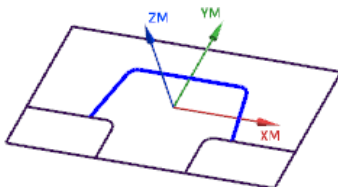

图 16.25 选择边界曲线
Step3. 在“选择条”工具栏中的下拉列表中选择 相切曲线 选项。选取图 16.25 所示的曲线，单击  创建下一个边界 按钮。在“创建边界”对话框中单击  确定 按钮，同时系统返回到“边界几何体”对话框，单击  确定 按钮。